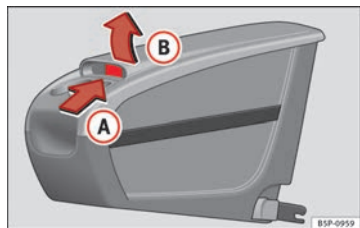

Fig. 105 Portaobjetos móvil. Apertura.
- Levante la tapa (B), por la zona (A) ⇒ fig. 105.